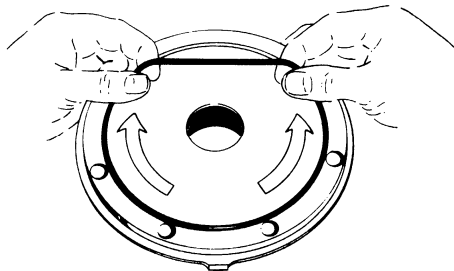

Figura 8 – Instalación del O-ring del cabezal
2. Aplique una pequeña cantidad de lubricante de calidad para O-rings en la cavidad del cabezal. Con los nuevos O-rings instalados, empuje el conjunto de sello mecánico (153) en la cavidad del cabezal con las lengüetas de inserción de la camisa del sello hacia dentro. El pasador en el asiento estacionario del sello DEBE estar entre las orejas de la parte posterior de la cavidad del cabezal.
3. Aplique una cantidad pequeña de lubricante para O-rings en la ranura del O-ring, en la cada interna del cabezal, para facilitar la instalación. Instale un nuevo O-ring para el cabezal (72) en la ranura colocando el O-ring en posición plana y comenzando a insertarla de un lado de la ranura, estirando hacia delante con los dedos, tal como se muestra en la figura 8.